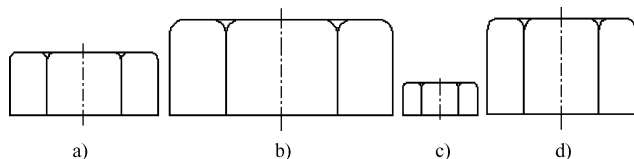

图 6-19 取不同比例系数插入图块的效果
- (1) “路径”文本框：指定图块的保存路径。
- (2) “插入点”选项组：指定插入点，插入图块时该点与图块的基点重合。可以在屏幕上指定该点，也可以通过下面的文本框输入该点的坐标值。
- (3) “比例”选项组：确定插入图块时的缩放比例。图块被插入到当前图形中时，可以以任意比例放大或缩小，如图 6-19 所示，图 6-19a 所示是被插入的图块，图 6-19b 所示为